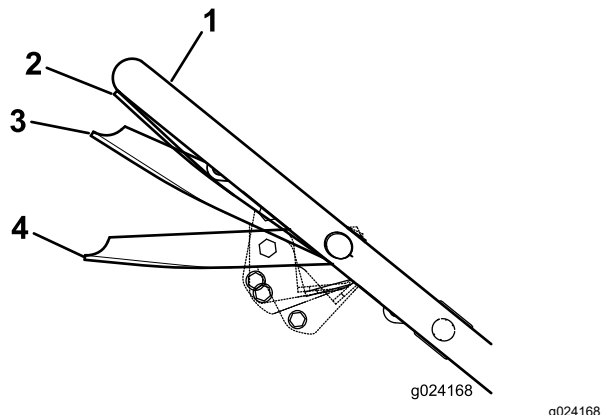

Figure 16
3. Serrez la barre de commande contre le guidon en position Marche/Déplacement (Figure 16).
**Important:** Ne changez pas de vitesse lorsque vous serrez la barre de commande contre le guidon en position Marche/Déplacement au risque d'endommager la transmission. Placez la barre de commande en position Marche/Changement (Figure 16) pour changer de vitesse de déplacement.